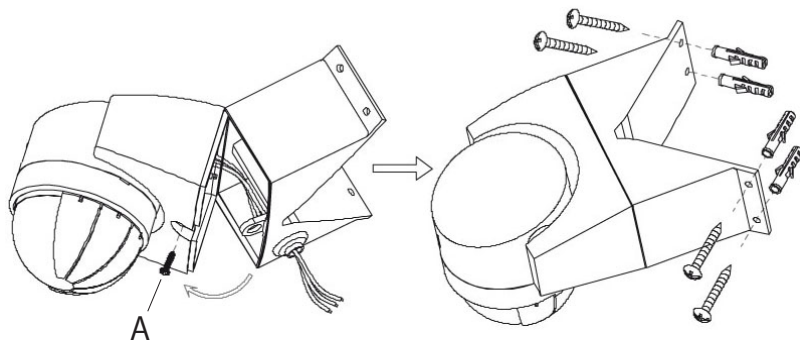

Bild 1
2. Schraube (A) entfernen und Grundplatte abnehmen Bild 1.